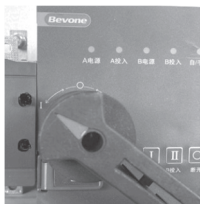

图 2 A 投入
2. 按照 O → I 箭头方向旋转至“咔”响后即为 A 电源投入，此时红色箭头指向“I”位置，如图 2。